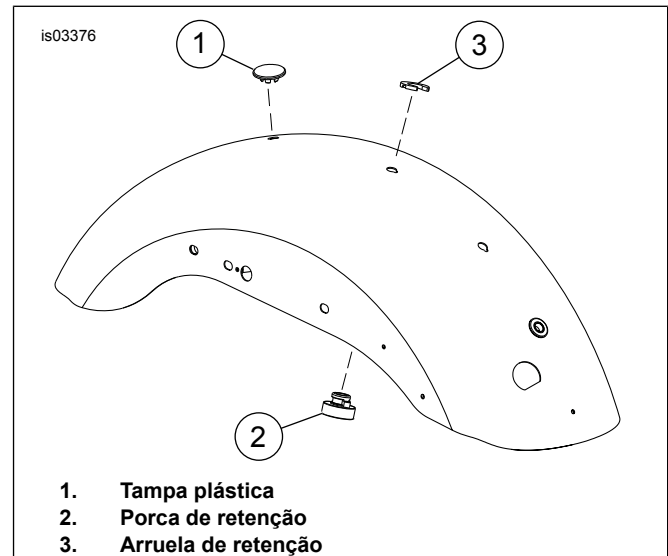

Figura 1. Porca de retenção e tampa de plástico (assentos individuais)
2. Veja a Figura 1. Remova e conserve a tampa plástica (1) do furo para trás do pára-lama.
3. Remova a porca de retenção (2) e a arruela de retenção (3) do furo intermediário do pára-lama.